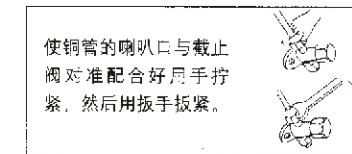

图 24
(3) 在截止阀与管的喇叭口处涂少许润滑油，然后按图 24 所示拧紧纳嘴。
(4) 按图 24 所示用扳手牢固地将纳嘴扳紧，扭矩力按表(5)规定执行。